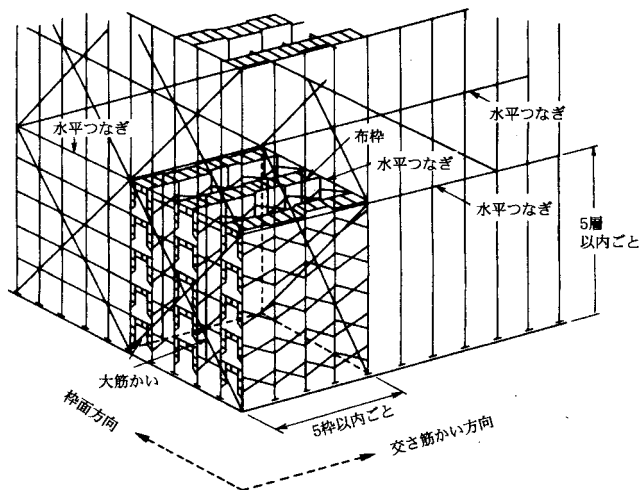
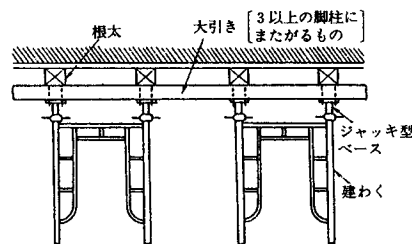

図5 枠組支柱の連係例
図6 脚柱上端の接合例
- (1) 枠組式型枠支保工に用いる建枠は、枠組足場用の標準枠を使用し、拡幅枠、簡易枠等は原則として用いない。
- (2) 枠組支保工の脚部にはジャッキ型ベース金具を用い、敷板、敷角等に釘止めする。
- (3) 建枠と建枠の間は、両側を交さ筋かいにより連係する。
- (4) 枠組式型枠支保工の連係は、次による。(図5参照)
- ① 最上層および5層以内ごとに水平つなぎを設ける。
- ② 前項の場合の水平つなぎは、支保工の側面、枠面方向5枠以内ごとおよび、交さ筋かい方向5枠以内ごとに設ける。
- ③ 水平つなぎを設けた層全面に布枠（または、床付き布枠）を設ける。
- ④ 水平つなぎを設けた枠面方向の同一垂直面は、5層以下および5枠以内ごとに交さ方向の筋かいにより連係一体化する。
- (5) 枠組の最上層には、ジャッキ型ベース金具を取付け、大引き等に確実に固定する。(図6参照)
- (6) ジャッキ型ベース金具の繰出し長さは、原則として20cm以下とし、それ以上繰出す場合は、脚部の支持力が低下するので注意すること。